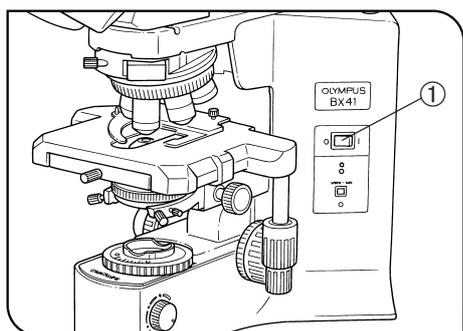

Fig. 1
(Fig. 1)
4. Per evitare potenziali shock elettrici o scottature sostituendo la lampada, posizionare l'interruttore principale 1 su "○" (OFF), e staccare preventivamente il cavo di alimentazione dalla presa. Se dovete sostituire la lampada durante l'utilizzo o immediatamente dopo l'utilizzo del microscopio, lasciate raffreddare lampada e portalamпада 2 prima di toccarli (Fig. 1 & 2).